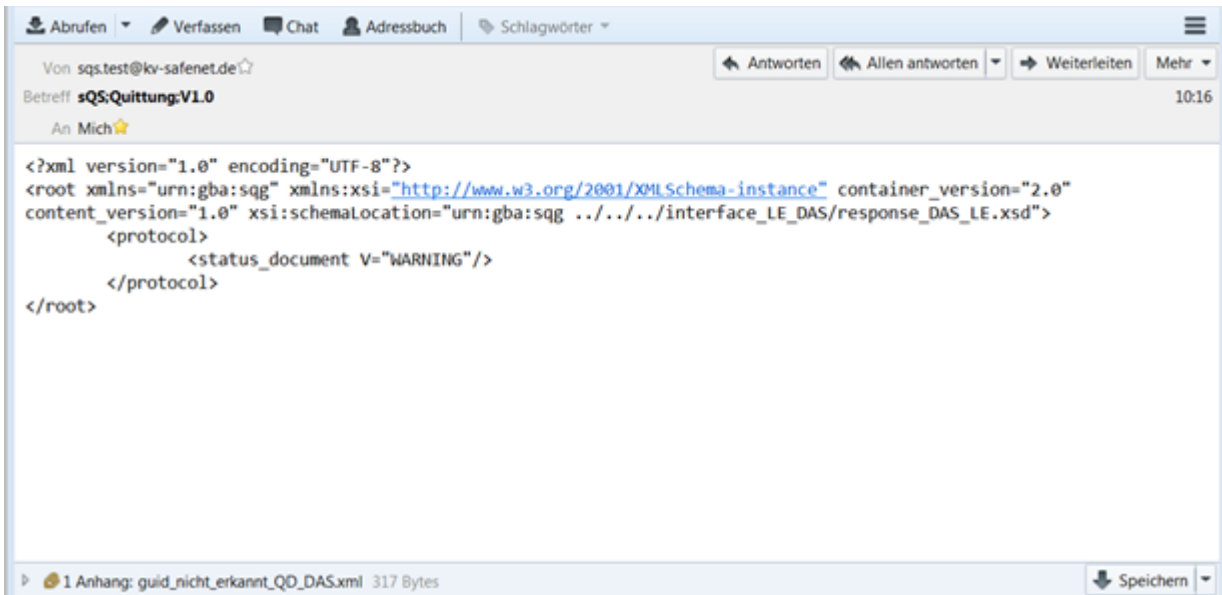

Abbildung 5: sQS-Quittung mit Miniprotokoll
- sQS-Quittung mit Miniprotokoll (siehe Abbildung 5)